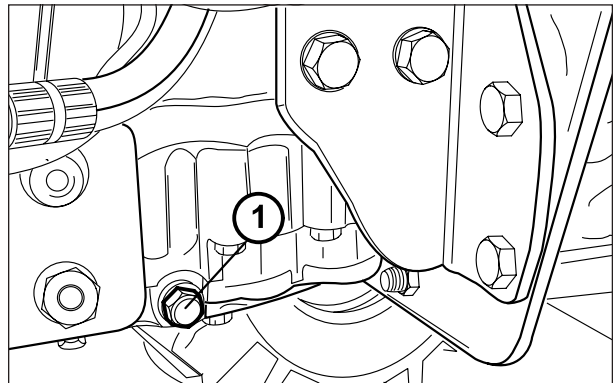

Fig. 105
2. Quitar el tapón de descarga (1) Fig. 105 con el tractor sobre superficie plana, luego dejar salir el aceite hasta que se agote, recogiéndolo en un recipiente.